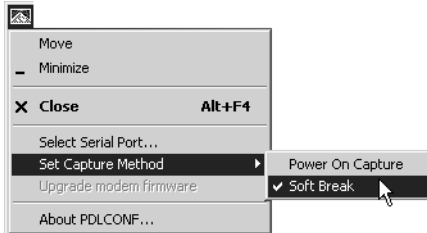

Figura 2-28. Definir Método de Captura->Corte Suave
7. En el menú emergente, haga clic en **Set Capture Method** (Definir Método de Captura)->**Soft Break** (Figura 2-28 en la página 2-37).